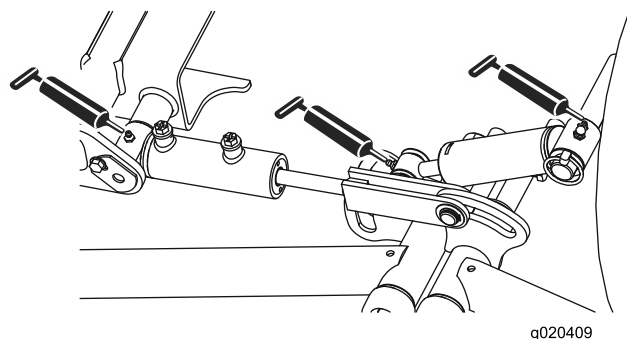

図 43
- ・ 前昇降アームのピボットと昇降シリンダ (各3ヶ所) (図 43)